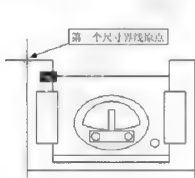

图 5-108
**步骤4：**将光标移到确定为第一点的位置处单击(或直接输入该点的坐标值)，如图 5-108 所示，出现下一条提示，提示用户指定第二个尺寸界线原点。